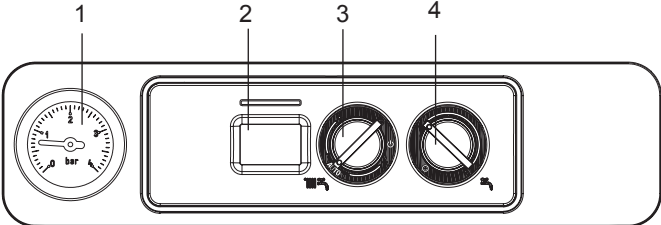

fig. 2.1a
- ruotare il selettore di funzione (2 - fig. 2.1a) nella posizione desiderata:
Inverno: ruotando il selettore di funzione (1 - fig. 2.1a) all'interno dell'area contraddistinta con + e - (fig. 3.1b) la caldaia fornisce acqua calda sanitaria e riscaldamento. In caso di richiesta di calore, la caldaia si accende, il visualizzatore digitale indica la temperatura dell'acqua di riscaldamento, l'icona di funzionamento in riscaldamento e l'icona fiamma (fig. 3.2a). In caso di richiesta di acqua calda sanitaria, il visualizzatore (4) indica la temperatura dell'acqua sanitaria, l'icona di funzionamento in sanitario e l'icona fiamma (fig. 3.3a).